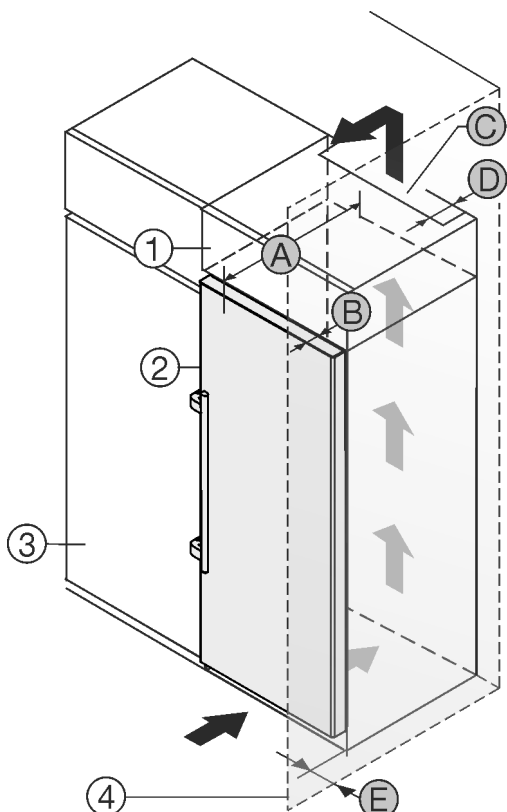

Fig. 2
Gerät direkt neben dem Küchenschrank Fig. 2 (3) aufstellen.*
An der Rückseite des Aufsatzschrankes muss ein Abluftschacht mit der Tiefe Fig. 2 (D) über die gesamte Aufsatzschrankbreite vorhanden sein.*
Unter der Raumdecke muss der Entlüftungsquerschnitt Fig. 2 (C) eingehalten werden.*
Wenn das Gerät mit den Scharnieren neben einer Wand Fig. 2 (4) aufgestellt wird, muss der Abstand zwischen Gerät und Wand mindestens 57 mm betragen. Dies entspricht dem Griffüberstand bei geöffneter Tür.*
Um die Tür vollständig öffnen zu können, muss Gerät um die Türtiefe Fig. 2 (B) gegenüber der Küchenschrankfront vorstehen. Abhängig von der Tiefe der Küchenschranke Fig. 2 (3) und Verwendung von Wandabstandshaltern kann das Gerät weiter herausragen.*